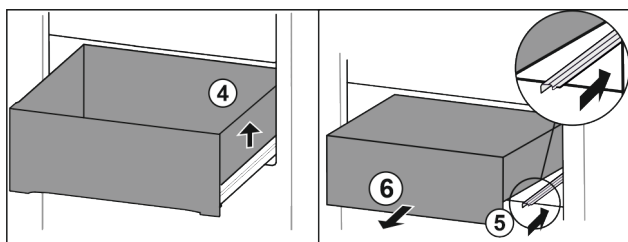

Fig. 96
- Nadzvedněte zásuvku vpravo. Fig. 96 (4)
- Zasuňte pravou kolejničku. Fig. 96 (5)
- Vyměte zásuvku dopředu. Fig. 96 (6)